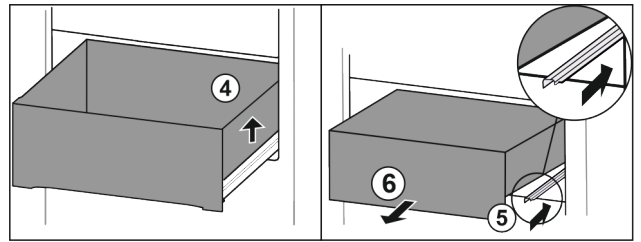

Fig. 90
- ▶ Levante el cajón por la derecha. Fig. 90 (4)
- ▶ Retraiga la guía derecha. Fig. 90 (5)
- ▶ Extraiga el cajón hacia adelante. Fig. 90 (6)